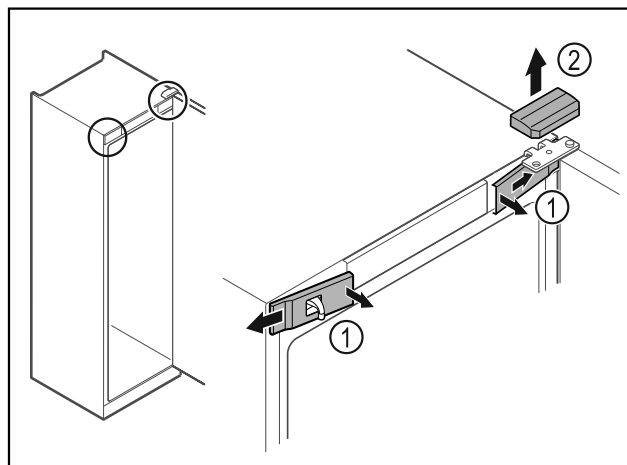

Fig. 13
- ▶ Откопчайте предните капаци Fig. 13 (1) отвътре и свалете настрани.
- ▶ Свалете горния капак Fig. 13 (2) нагоре.